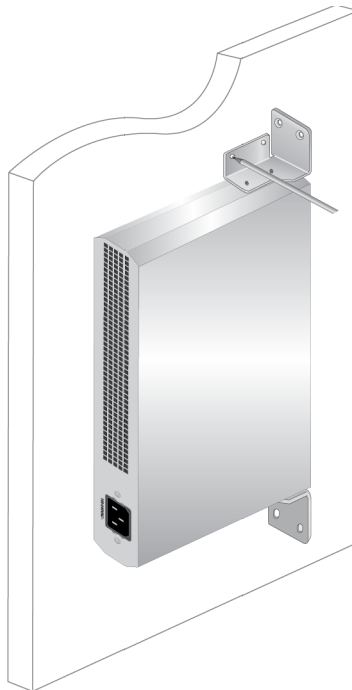

Рисунок 19. Разметка отверстий
5. Попросите кого-нибудь подержать коммутатор с кронштейнами в том месте у стены, где предполагается его закрепить, и при помощи карандаша отметьте на стене расположение четырех отверстий в кронштейнах. См. пример на рис. 19.